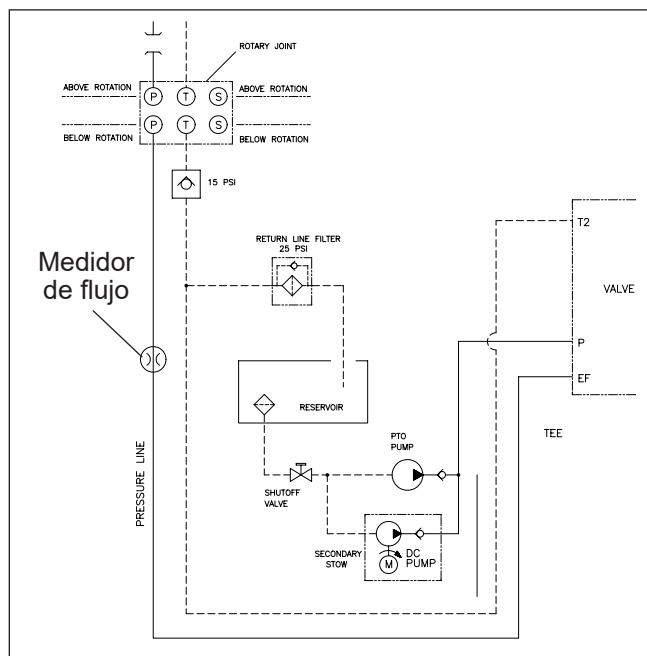

Figura 8.6 — Conexiones del medidor de flujo de la junta giratoria
3. Retire la línea de presión (P) de la parte superior de la junta giratoria. Tape el puerto abierto (P) en la junta giratoria y el extremo abierto de la manguera.
4. Tal como se muestra en la Figura 8.6, conecte un medidor de flujo en la línea de presión (P), entre la junta giratoria y la válvula selectora de estación.